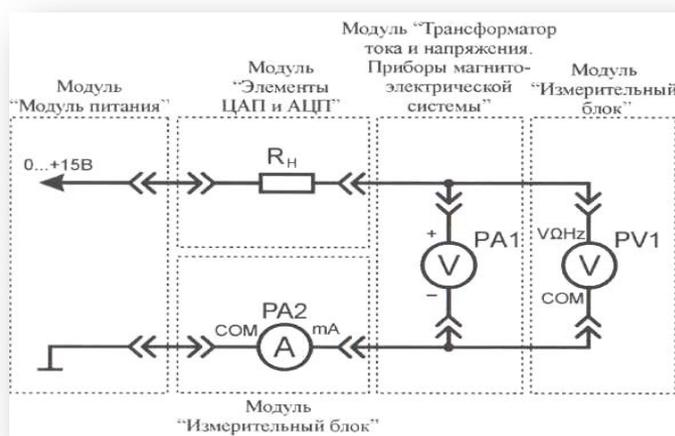

Рис. 17. Схема электрическая соединений лабораторных модулей для измерения внутреннего сопротивления амперметра
1. Согласно схеме (рис. 17) выполнить электрические соединения модулей для измерения внутреннего сопротивления амперметра. Монтаж схемы производить при отключенном питании.